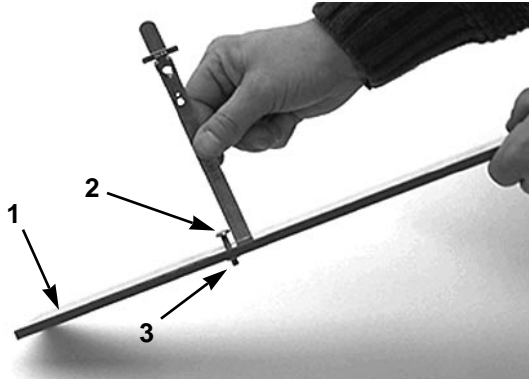

Bild 7
3. Die Mutter an der Skalaleiste (Bild 7) lösen und die Einstellschraube auf die gewünschte Schnitthöhe einstellen. Der Abstand zwischen der Unterseite des Schraubenkopfes und der Leistenfläche ergibt die Schnitthöhe.